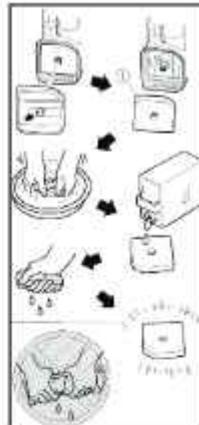

Рис. 11.
- Снимите крышку корпуса (для моделей HHY 1050Si, HHY 2050Si, HHY 3050Si и HHY 9050Si) и извлеките фильтрующий элемент (1, рис. 11).